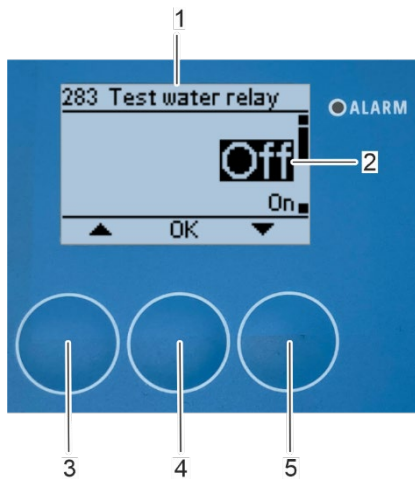

Abbildung 151: Abschalten des Wasserrelais
⇒ Das Untermenü „283 Test des Wasserrelais“ erscheint auf dem Bildschirm (Abbildung 151/1).
6. Wählen Sie das „Aus“ (Abbildung 151/2) mit den Pfeiltasten [nach oben] (Abbildung 151/3) und [nach unten] (Abbildung 151/5).
7. Bestätigen Sie die Auswahl mit [OK] (Abbildung 151/4).